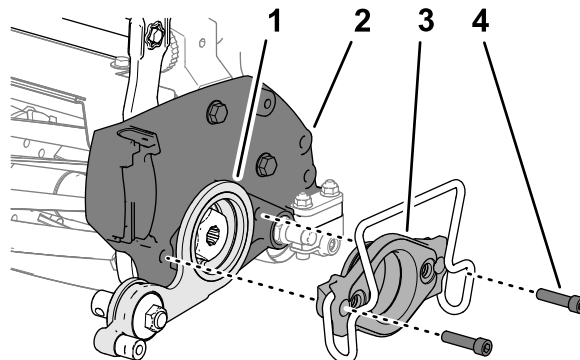

図 19
1. 図 19 に示すように、アイドルアセンブリをカッティングユニットに合わせる。
2. 図 19 に示すように、アイドルプレートをカッティングユニットのサイドプレートに合わせる。
3. アイドラプレートを通してモータマウントをカッティングユニットのサイドプレートの内部に取り付ける 図 19。
4. マウントをプレート 図 19 に組み付けるステップ モータマウントを外す (ページ 4) で外したソケットヘッドねじ 5/16" x 1 1/4" 2本を使用する。